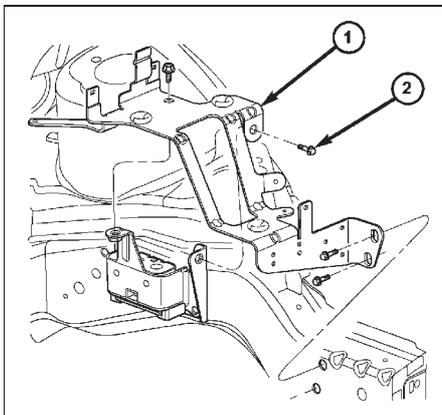

Рис. 22. Кронштейн воздушного фильтра / блока распределения питания. 1 - кронштейн, 2 - болт (4 шт.).
(3) Снимите блок распределения питания и его кронштейн (рис. 22).